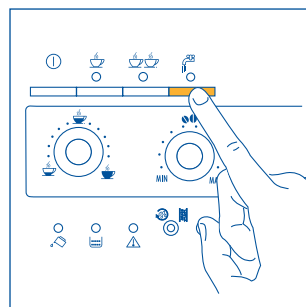

Fig. 21
- Premere il tasto  (fig. 21). La spia  si accende per indicare che la funzione è stata selezionata.
- Premere il tasto  (fig. 21). (Si consiglia di erogare acqua calda per non più di 2 minuti di seguito).